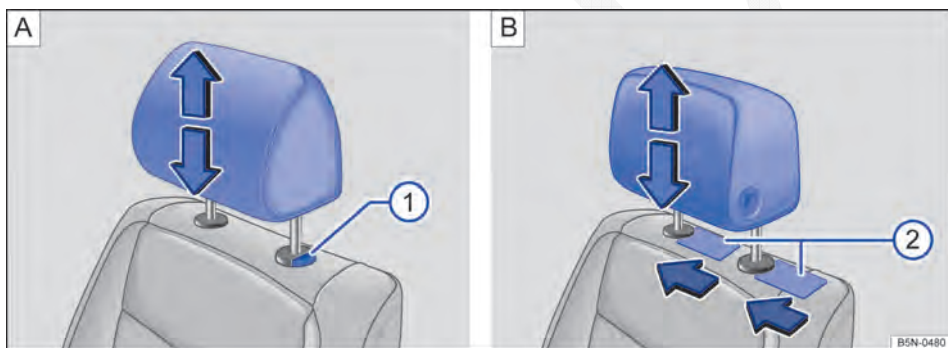

Fig. 51 Remover o apoio para cabeça dianteiro. **A** Sem possibilidade de ajuste na direção longitudinal. **B** Com possibilidade de ajuste na direção longitudinal.
- Retirar o apoio para cabeça com o botão ⇒ Fig. 51 **1** **A** totalmente pressionado.